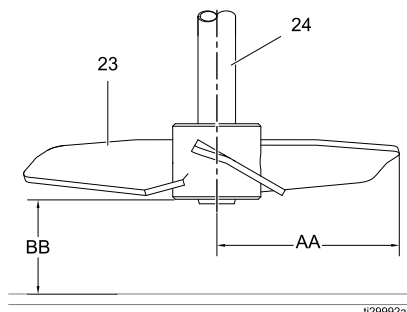

Figure 3 Installation de la turbine
- a. Pour le montage de la bride : Voir Modèles 25C454 et 25C463, page 15 pour l'identification des pièces. Placez le joint (20) et l'ensemble carter de palier / bride (A) sur le couvercle du réservoir. Mettez les rondelles plates, les boulons de montage, et les écrous (non fournis). Serrez correctement.
- b. Pour le montage rapide de la bride : Voir Modèles 25C453, 25C575, 25C464, 25C576, page 17 pour l'identification des pièces. Placez l'ensemble carter de palier / bride (A) sur le dessus du joint rapide (non fourni) et la bride rapide existante sur le réservoir. Fixez avec le collier (non fourni) et serrez à fond.
- c. Pour le réservoir sous pression : Voir Modèles 25C462, 25C470, 25C471, 25C465, 25C472, 25C473, page 19 pour l'identification des pièces. Placez le joint (21) et l'ensemble carter de palier / bride (A) sur le couvercle du réservoir sous pression. Montez et fixez avec la rondelle de verrouillage (32) et l'écrou (22). Serrez bien pour empêcher l'ensemble de tourner.
2. Montez la bague de fixation (6) dans la fente usinée dans l'arbre de l'agitateur (24).
4. Faites coulisser la turbine (23) (voir Figure 3) sur l'arbre (24) de manière à ce que l'hélice pousse le produit vers le bas tout en tournant dans le sens des aiguilles d'une montre en vue de dessus. L'arbre peut être déplacé vers le haut et le bas dans le carter de palier pour mettre la turbine.
- Positionnez la turbine le long de l'arbre au besoin : La distance entre le bas du réservoir et la pale de la turbine la plus basse (BB) doit être de 1/2 à 1-1/2 fois le diamètre de l'hélice de la turbine (le diamètre de l'hélice est déterminé en mesurant la distance entre l'extrémité de la turbine et le centre de l'arbre (AA) et en la multipliant par deux).